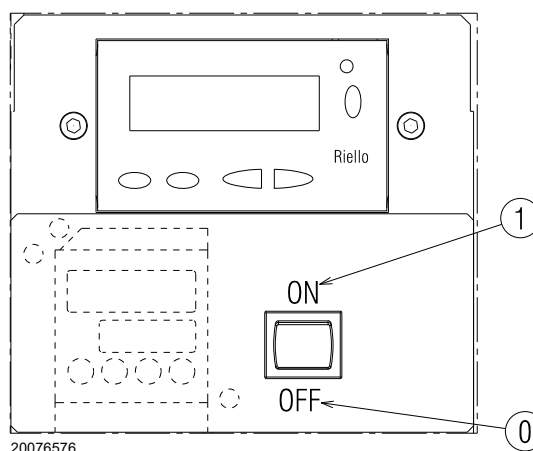

Fig. 24
Fermer les thermostats/pressostats et mettre l'interrupteur de Fig. 24 en position « 1/ON ».
- mettre l'interrupteur de Fig. 24 en position « 0/OFF » et attendre que la boîte de contrôle effectue la phase d'extinction ;
Le brûleur est dans l'état d'attente demande de chaleur ou le sélecteur « 0-1 » (Fig. 24 à la page 26) est en position « 0 ».